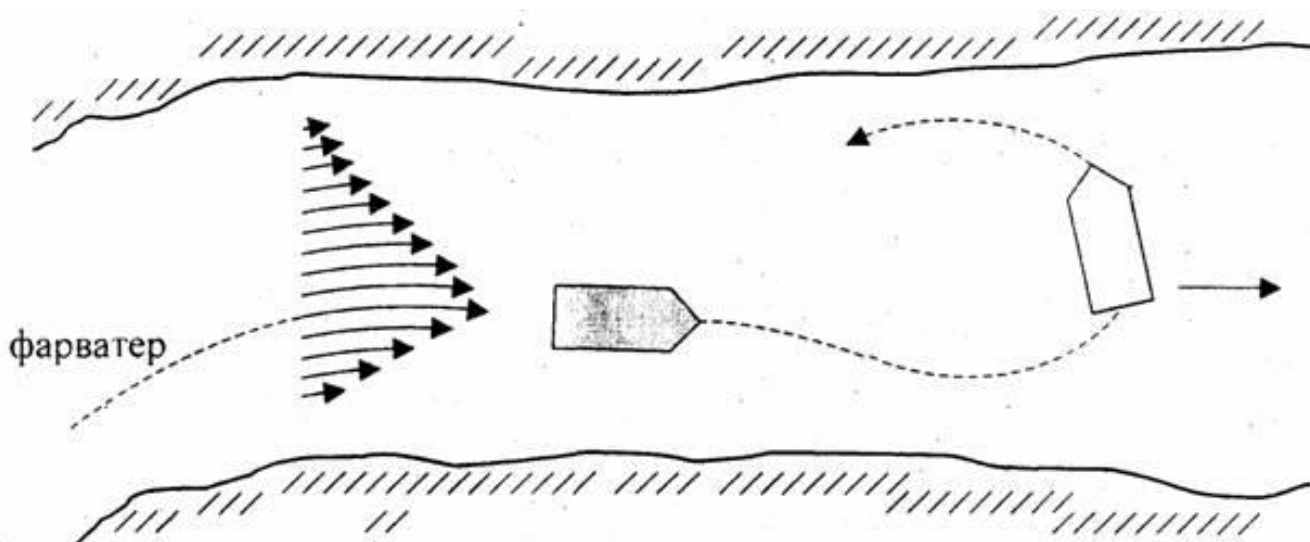

Рис.24 Поворот на обратный курс по течению
4. При следовании по течению поворот на обратный курс следует производить «из быстрого течения в сторону «тихого течения» (рис. 24)